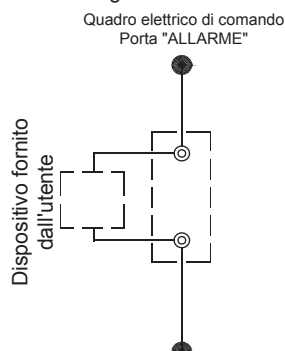

Fig. 8-23 Cablaggio della porta "ALARM"
h) I tubi di by-pass e le valvole di by-pass devono essere montati per lo scambiatore di calore come indicato in Fig. 8-23, per facilitare la pulizia del sistema esterno di passaggio dell'acqua prima della regolazione dell'unità. Durante la manutenzione, il passaggio dell'acqua dello scambiatore di calore può essere interrotto senza interferire con gli altri scambiatori di calore.